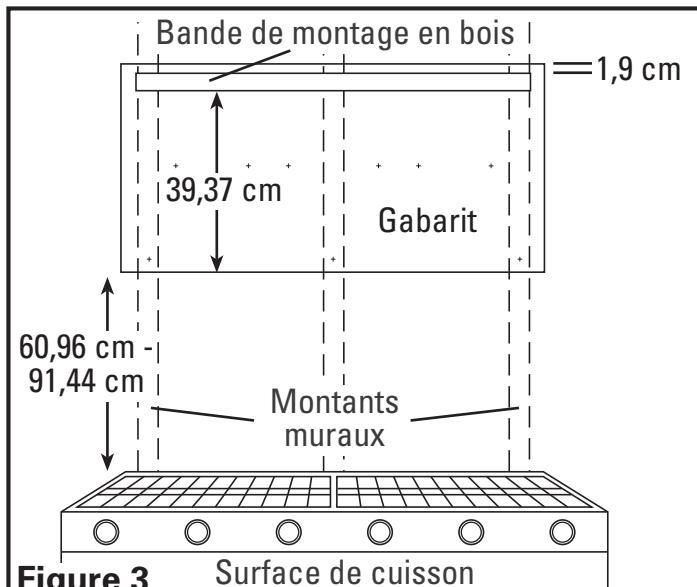

Figure 3
- Déterminez où le dessus de la hotte sera situé dans votre installation et collez le gabarit de montage mural compris en place avec du ruban adhésif (**Figure 3**).